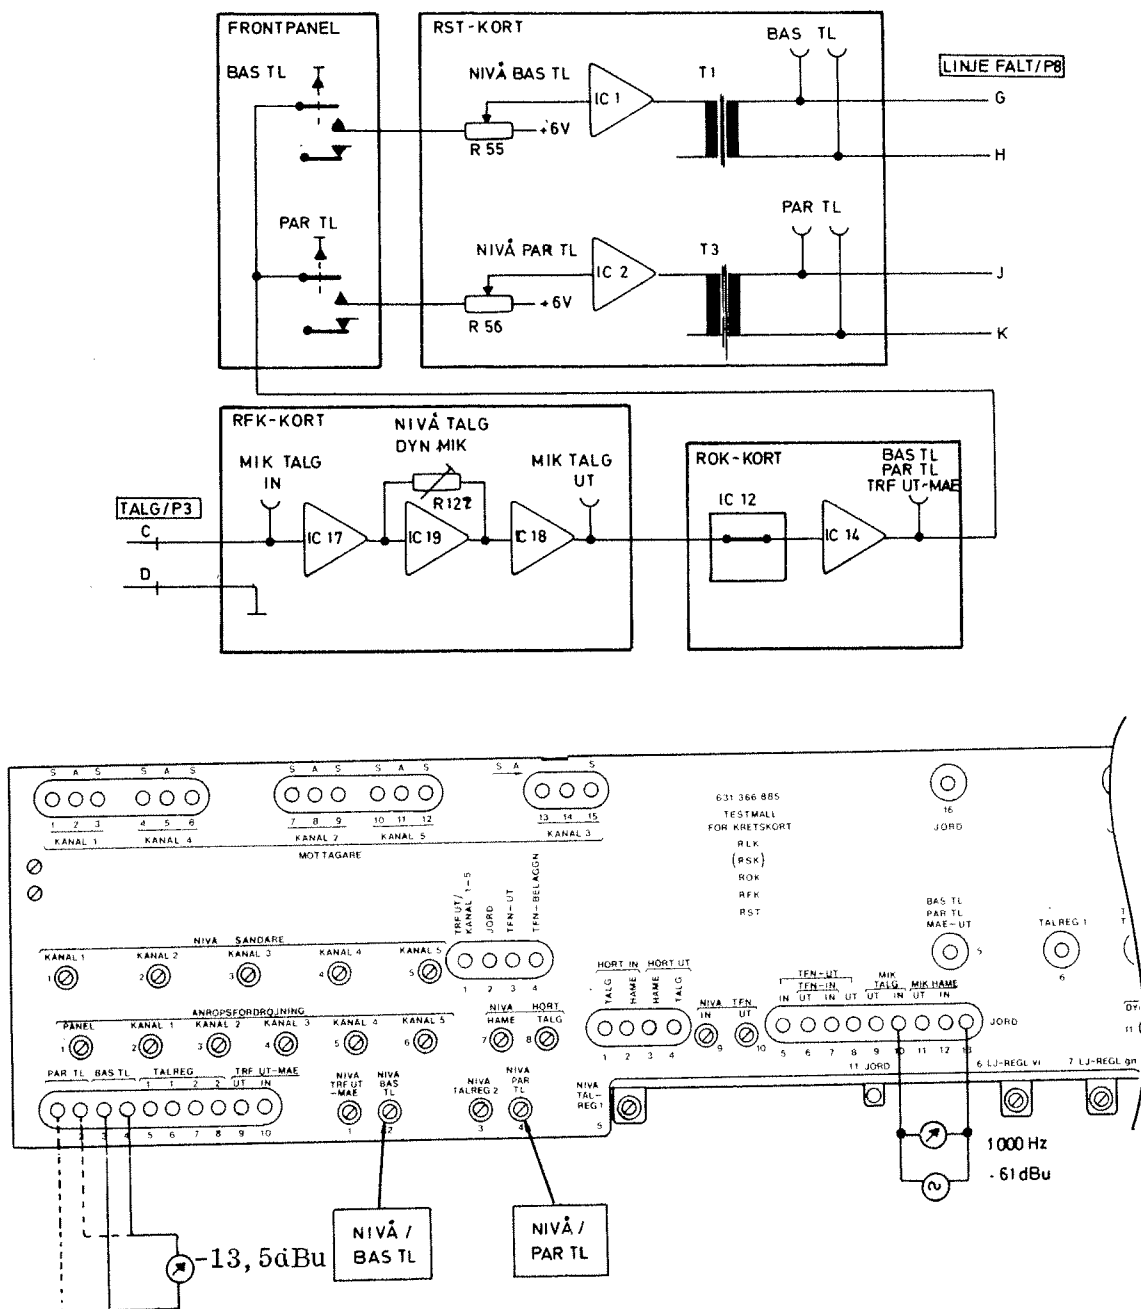

Bild 20
- Anslut URI-metern till radiomanöverenhetens mätuttag BAS TL på RST-kortet, se bild 20.